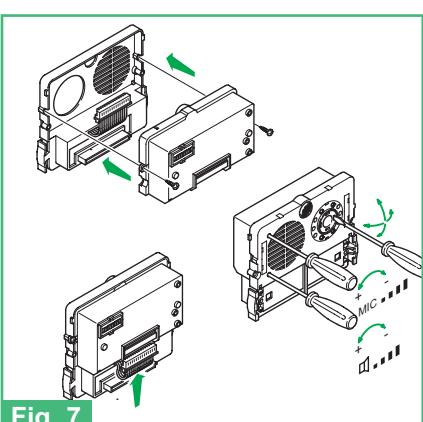

Fig. 7
- Fig. 7** Montaggio, collegamenti e regolazioni gruppo audio - video
- Fig. 7** Audio-video Group Assembly, connections and adjustments
- Fig. 7** Montage connexions et réglages groupe audio - video
- Fig. 7** Montage, aansluitingen en instellingen audio - video systeem
- Fig. 7** Montage, Verbindungen und Einstellungen der Audio - video Gruppe
- Fig. 7** Montagem, ligações e regulagens do grupo áudio - video